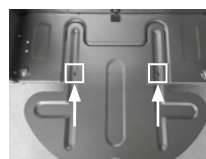

imagen 2
- Abra la placa inferior y fijela con 2 tornillos; consulte la imagen 2.